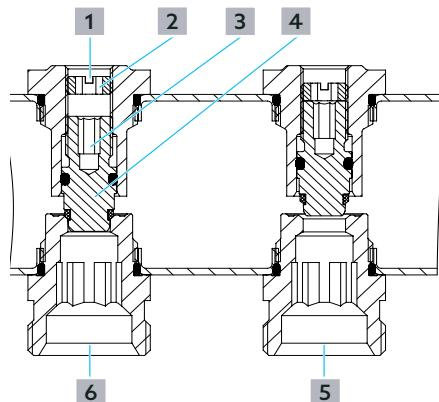

Fig. 3: Aufbau Reguliereinsatz
2. Öffnen Sie die Ventilspindel (siehe Fig. 3 auf Seite 8 (4)), durch Drehungen gegen den Uhrzeigersinn, entsprechend